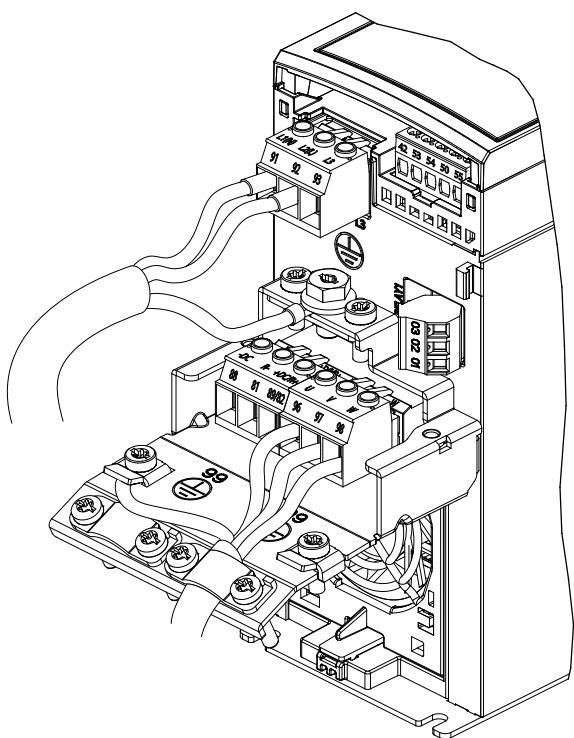
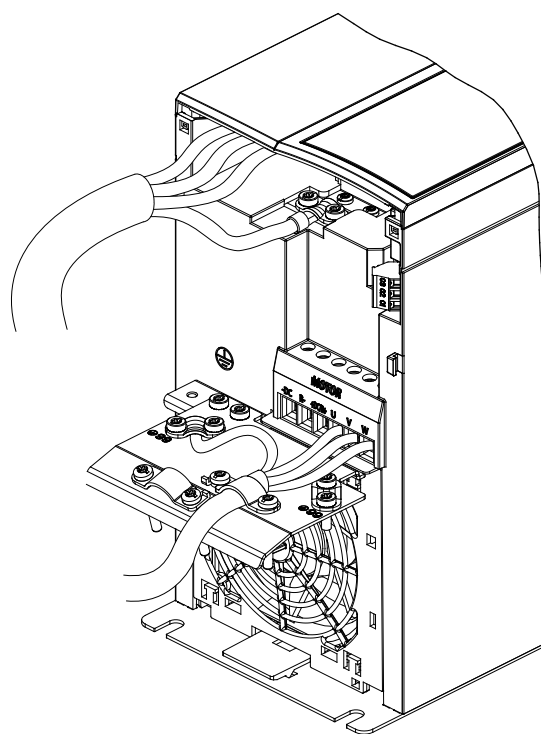
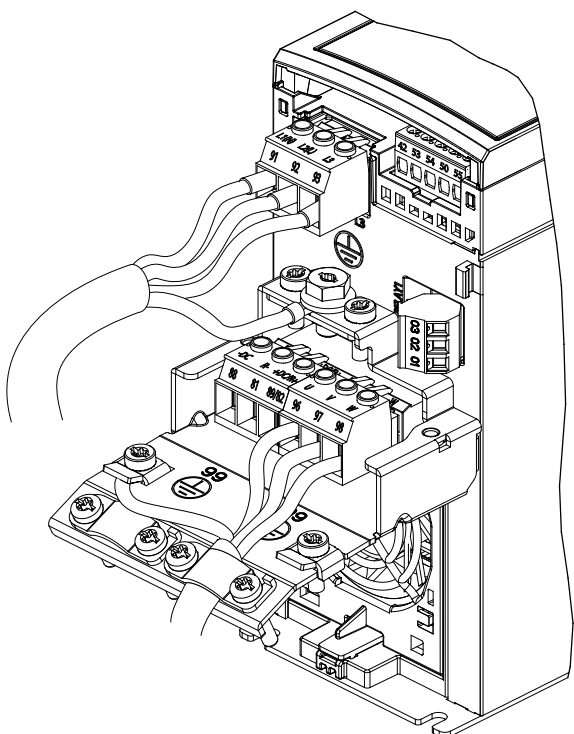

図 4.6 主電源、モーター及び接地接続 (単相ユニット用)
図 4.8 主電源、モーター及び接地接続 (3 相ユニット用) (K4, K5)
図 4.7 主電源、モーター及び接地接続 (3 相ユニット用) (K1, K2, K3)
主電源、モーター、ならびに单相および 3 相周波数変換器の接地接続は、図 4.6、図 4.7、および図 4.8 にそれぞれ示されています。実際の構成は、ユニットの種類やオプション機器によって異なります。
1. AC 入力電力ケーブルを単相ユニットの端子 N および L に (図 4.6 を参照)、あるいは 3 相ユニットの端子 L1, L2 および L3 に接続します (図 4.7 を参照)。